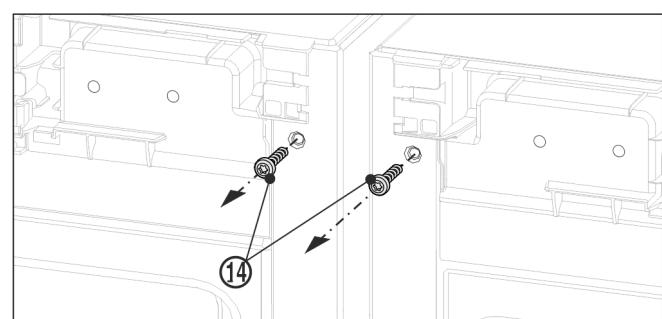

Fig. 11
► Prije montaže gornjeg kutnika odvijte obe vijke za uzemljenje Fig. 11 (14).